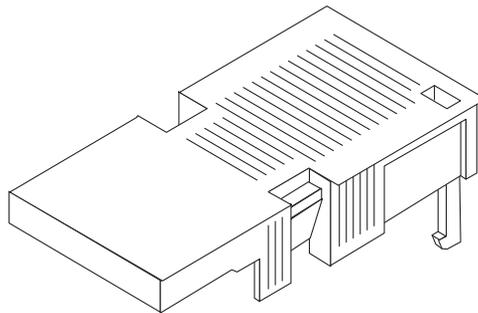

ABBILDUNG 4-10 Gleichstromverbindungsteile
1. Legen Sie die Teile bereit, die Sie zur Vorbereitung des Netzkabels benötigen (ABBILDUNG 4-10).